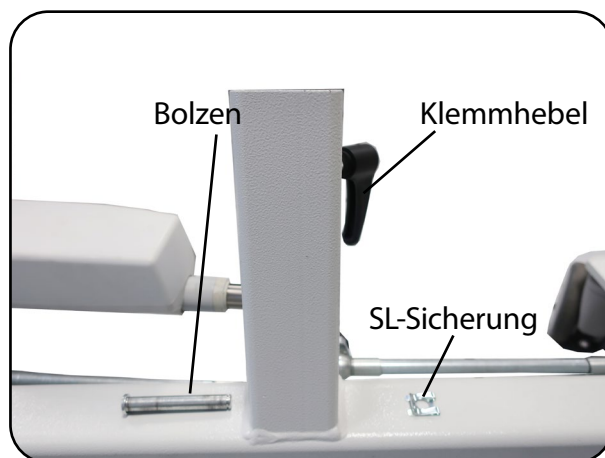

Abb. 6.2.02 - Standmastaufnahme
4. Entfernen Sie den Bolzen mit SL-Sicherung aus der Bohrung und schrauben Sie den Klemmhebel weitmöglichst heraus (Abb. 6.2.02).